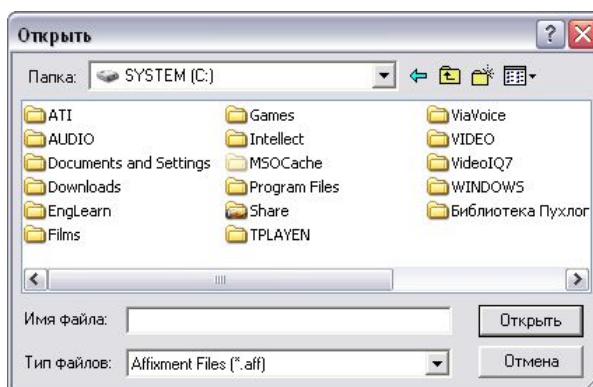

Рис. 7.5.7-2 Окно открытия файла настроек разметки дороги
5. Нажать кнопку «Применить» (см. Рис. 7.5.7-1, 4).